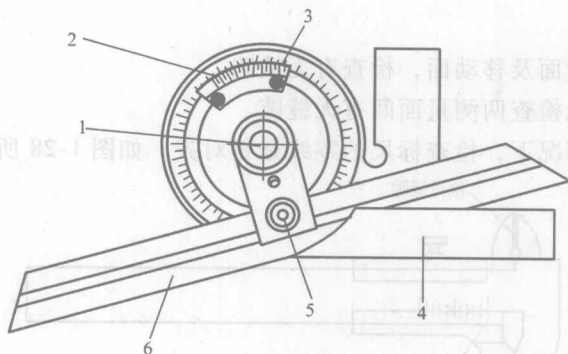
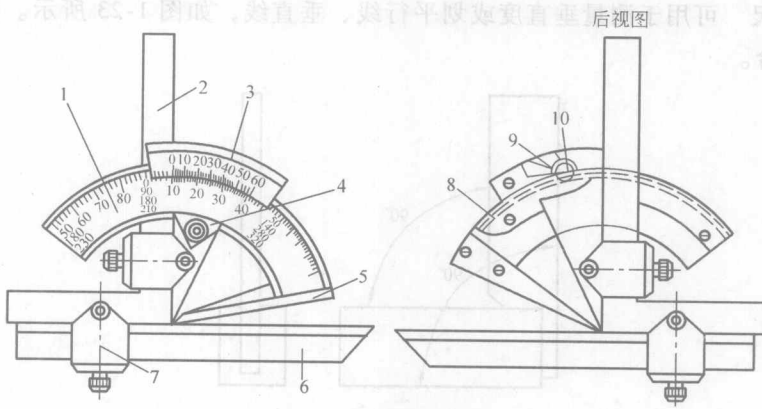

图 1-25 游标万能角度尺 (一)
图 1-26 游标万能角度尺 (二)
(3) 游标万能角度尺 是用于测量精密零件角度的一种量具。从结构上来看,一般分为两种类型,如图 1-25 和图 1-26 所示。